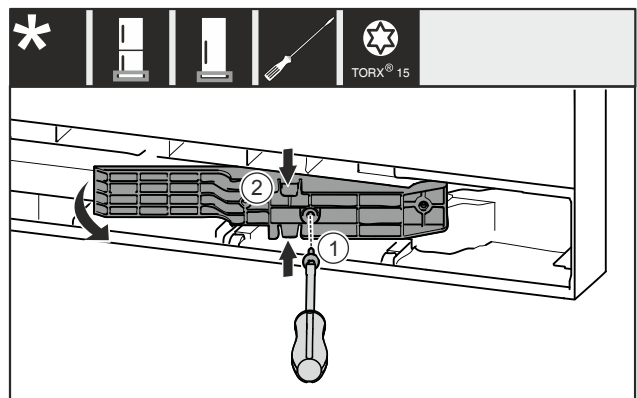

Fig. 20 *
- Odstraňte šroub Fig. 20 (1)*.
- Adaptér Fig. 20 (2) nahore a dole mírně stlačte k sobě a vytáhněte.*